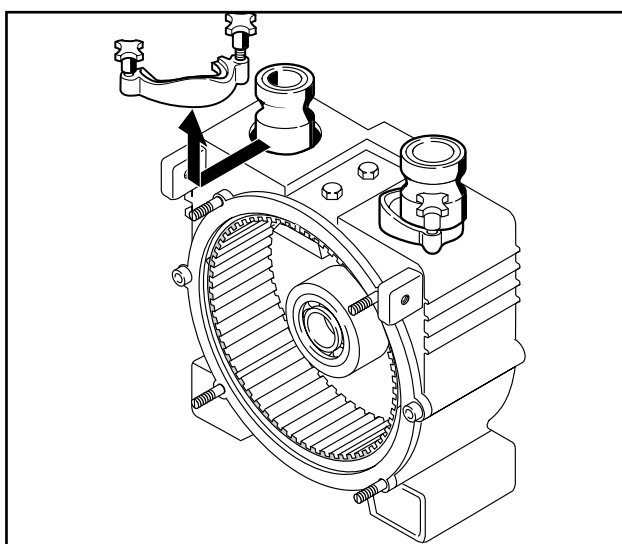

Fig. 11 Smontaggio degli innesti di fissaggio
7. Allentare i due innesti di fissaggio per il tubo convogliatore e rimuoverli (Fig. 11).